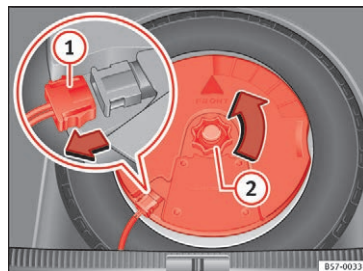

Fig. 249 I bagagerummet: afmontering af subwoofer
- Afbryd højttalerkablet til *subwooferen* »» Fig. 249 ①.
- Drej håndhjulet ud mod uret ②.